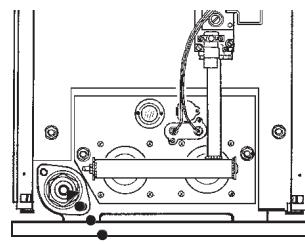

Рис. 3.12
- присоедините резиновый шланг к штуцеру сливного крана и откройте кран (Рис. 3.12).